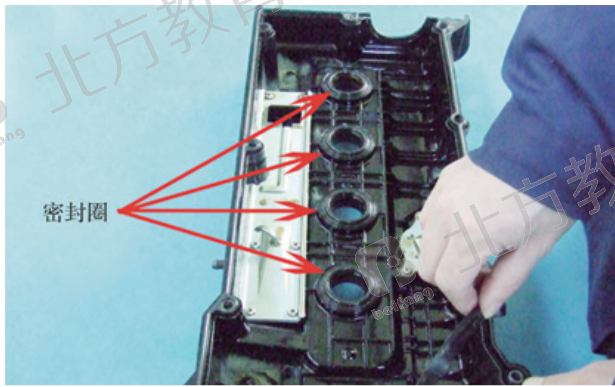

图 9
(9) 将损坏的气门室盖垫，及火花塞导筒密封圈取出。如图 9 所示。